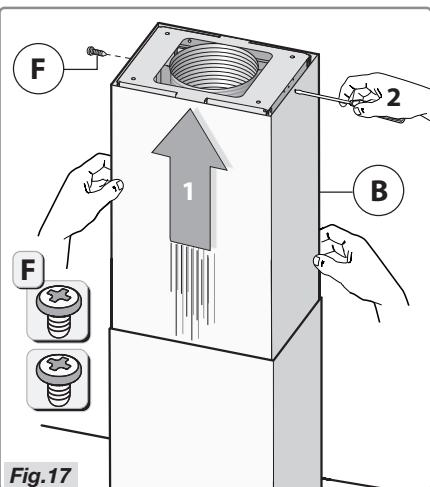

Fig. 17
- Verbind de schacht **B** met de plafondplaat met behulp van de twee schroeven **F** (Fig.17).